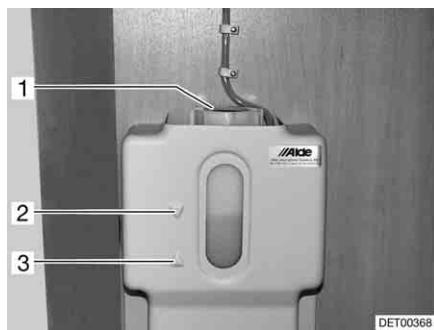

Fig. 227 Vaso d'espansione del riscaldamento ad acqua calda
- Controllare se il livello del liquido nel vaso d'espansione (Fig. 227) è tra la riga del "MIN" (Fig. 227,3) e del "MAX" (Fig. 227,2).
- Aprire il coperchio (Fig. 227,1) del vaso di espansione.